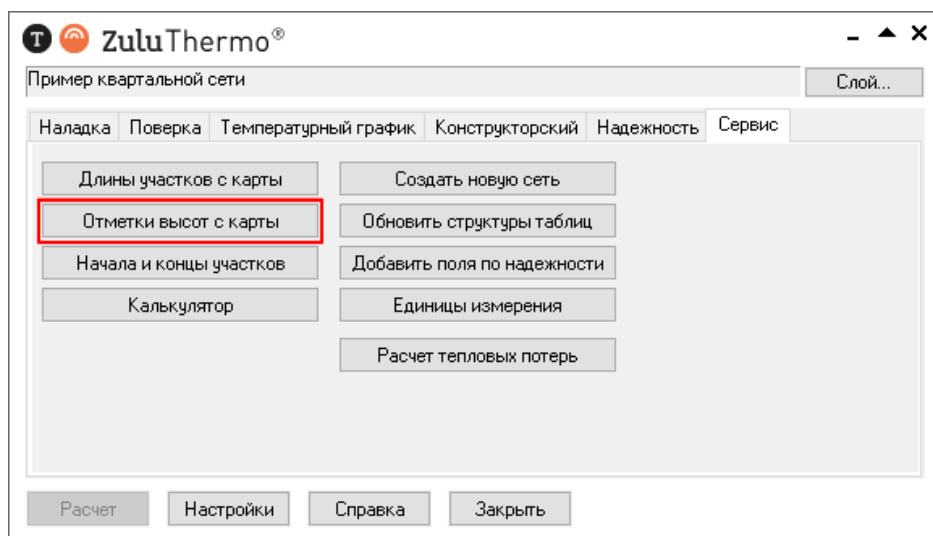

Рисунок 19.7. Вкладка «Сервис»
3. Перейдите на вкладку Сервис. Появится окно, показанное на Рисунок 19.7, «Вкладка «Сервис»».